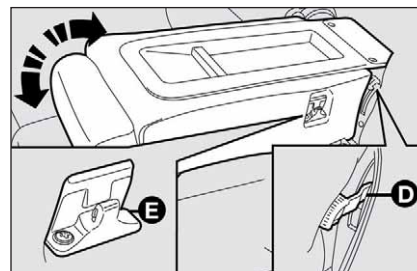

fig. 44
- ☐ actúe sobre la palanca **D**-fig. 44 (una por lado)
Para colocar el respaldo central en posición vertical, accionar la palanca **D**-fig. 44 (una por lado) y volver a alinearlo con los respaldos posteriores laterales hasta advertir el enganche de seguridad del gancho de fijación **E**.